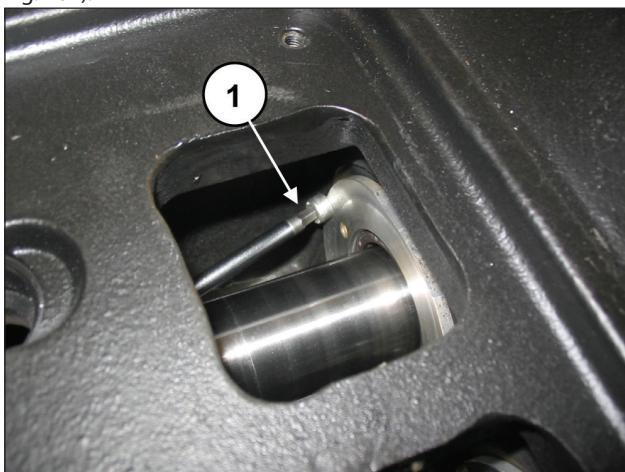

Fig. 162
Svitare le due viti di bloccaggio del coperchio paraolio (pos. ①, Fig. 162).